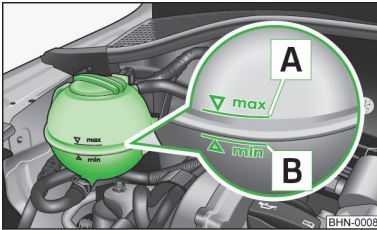

Abb. 136
Zum Nachfüllen nur das Frostschutzmittel verwenden, dessen Bezeichnung auf dem Kühlmittelausgleichsbehälter aufgeführt ist » Abb. 136 auf Seite 166.
- Das Kühlmittel nicht über die Markierung  auffüllen » Abb. 136 auf Seite 166.
- Den Kühlmittelstand am Kühlmittelausgleichsbehälter prüfen » Abb. 136.